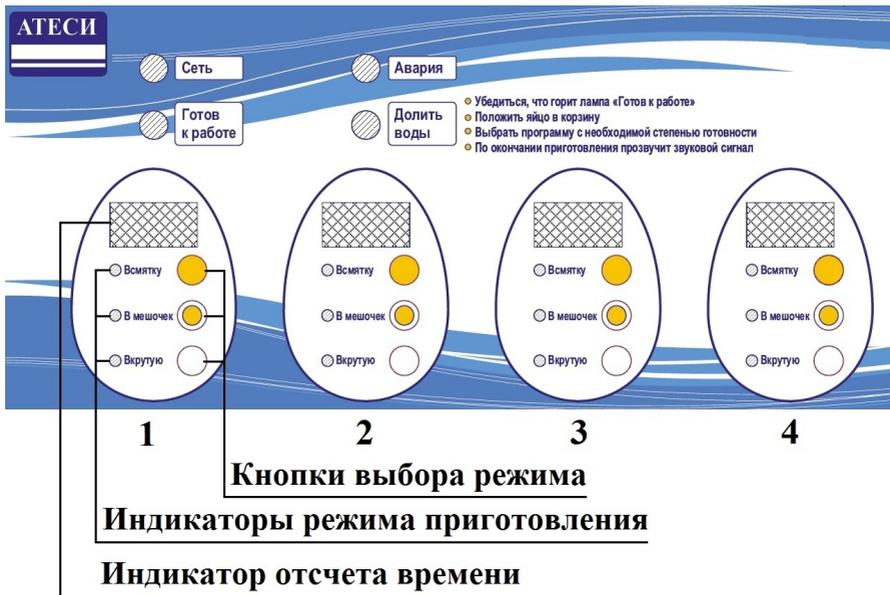

Рисунок 2
1.3.2.2 Панель управления, см. рисунок 2, представляет собой четыре зоны с программами приготовления, соответствующие подвижным штокам с корзинами для яиц. Сверху на панели управления расположены световые индикаторы:
1.3.2.3 Принцип работы изделия заключается в том, что яйцо, положенное в корзину, автоматически опускается в ванну с нагретой водой после нажатия одной из трех кнопок выбора режима приготовления и автоматически поднимается по истечению запрограммированного времени. Во время приготовления на индикаторе, см. рисунок 2, отображается отсчет оставшегося времени в секундах.